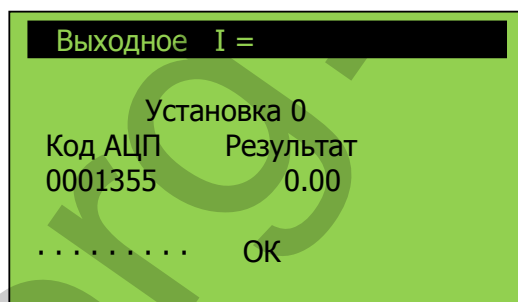

Рисунок 33 – Внешний вид окна «Выходной I = / Установка 0»
3.5.7.6 Нажать « ⏻ / ⏻ ». При этом отображается окно «Выходной I = / Установка 0» (см. рисунок 33), в котором произведется автоматическая установка «0» индикатора силы выходного тока. После установки «0», о чем сигнализирует появившаяся надпись «ОК», проконтролировать равенство результата «0» и при согласии нажать « ⏻ / ⏻ » для отмены нажать « ⊗ / ⏻ ».